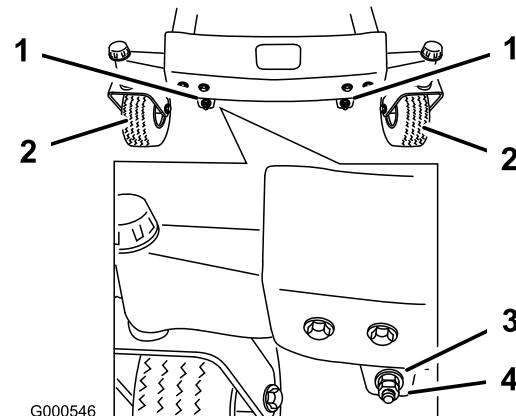
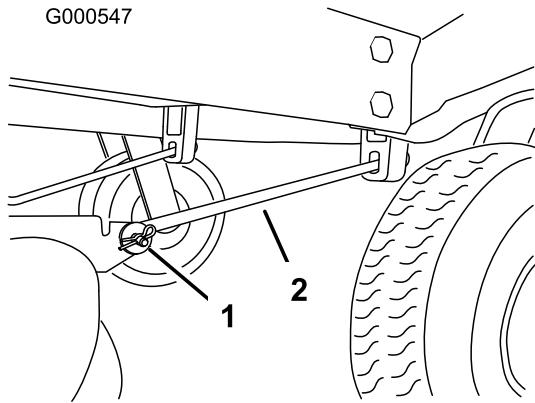

Figura 56
Figura 57
11. Para ajustar la inclinación longitudinal, retire las contratuerzas y luego gire las tuercas de ajuste de la parte delantera del cortacésped (Figura 56).
13. Después de ajustar en la misma medida ambas tuercas de ajuste, verifique de nuevo la inclinación longitudinal. Siga ajustando las tuercas hasta que la punta de la cuchilla más avanzada esté entre 1,6-7,9 mm más baja que la punta de la cuchilla más atrasada (Figura 56).
**Nota:** Despues de ajustar las tuercas de ajuste, asegúrese de que no hay ninguna holgura en ninguna de las varillas (Figura 57). Apriete cualquiera de ellas para eliminar la holgura, si la hubiera (Figura 56).
4. Retire el pasador de horquilla y la chaveta de la varilla de soporte delantera de cada lado del cortacésped (Figura 57).
8. Conecte las varillas de soporte delanteras a la máquina con los pasadores y las chavetas (Figura 57).